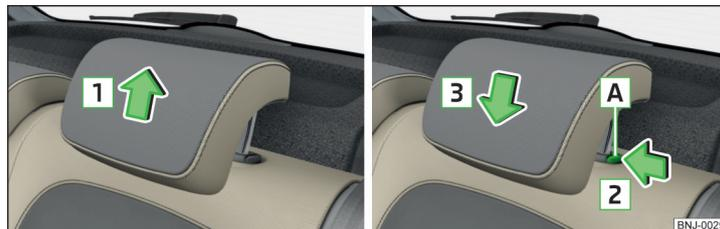

Abb. 55 Kopfstützen: nach oben verschieben / nach unten verschieben
- Die Stütze in Pfeilrichtung **1** verschieben » Abb. 55.
- Die Sicherungstaste **A** drücken und in Pfeilrichtung **2** halten » Abb. 55.